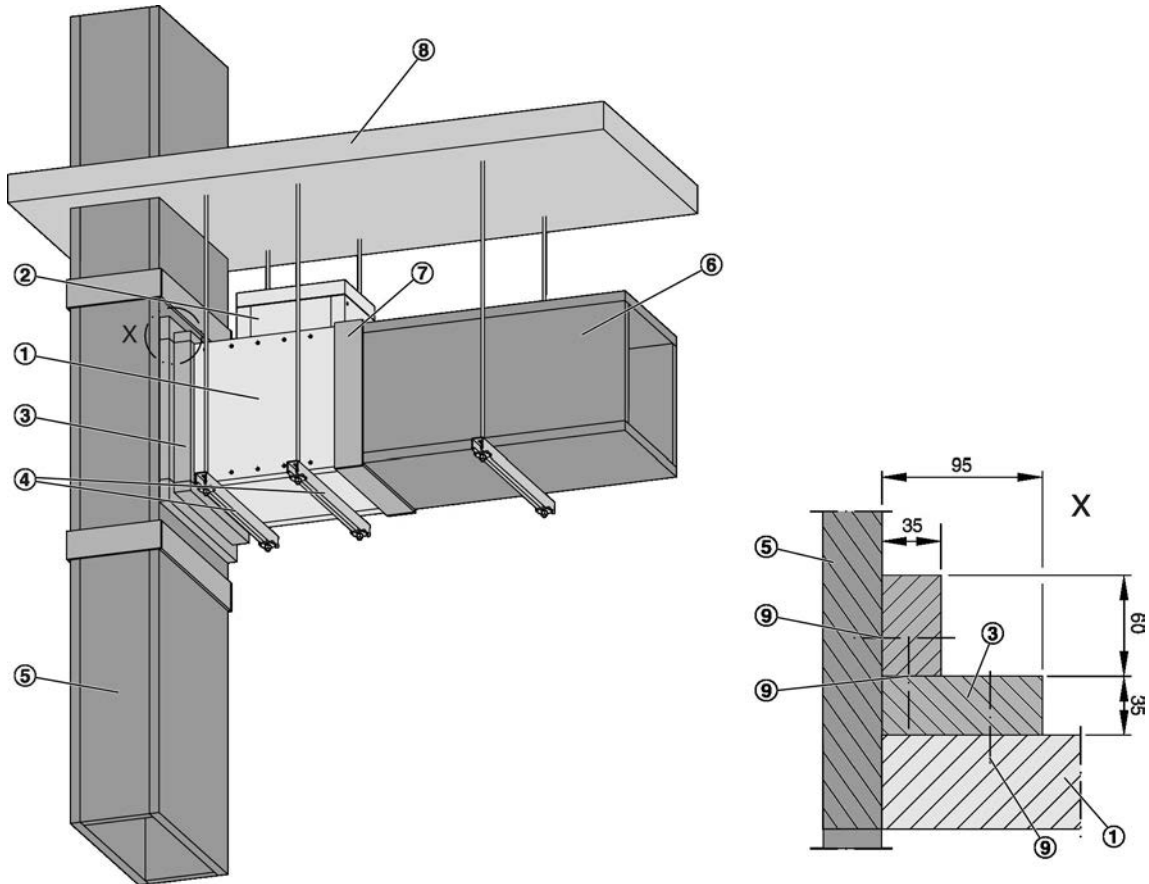

Abb. 13: Einbau abgehend von vertikalen feuerwiderstandsfähigen Entrauchungsleitungen, Klassifizierungsindex: v_{ed}
2. ▶ Riegel (Abb. 13/3) zwischen feuerwiderstandsfähiger Entrauchungsleitung und Entrauchungsklappe herstellen. Dazu die Riegel an den Stosstellen, an der Entrauchungsleitung und an der Entrauchungsklappe verkleben und mit Stahldrahtklammern, Abstand ≤ 150 mm, verbinden.